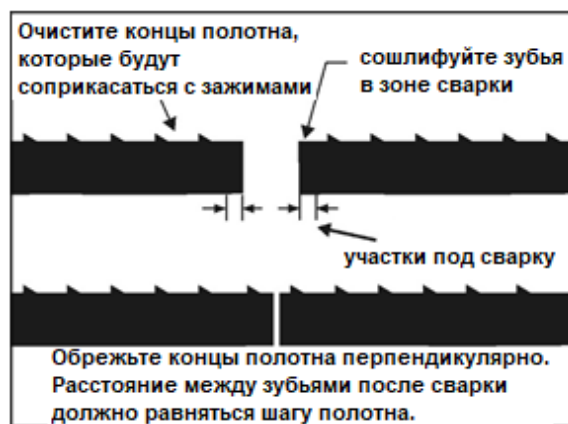

Рис. 16.
2. Расположите полотно так, чтобы после отрезки и сварки расстояние между зубьями с обеих сторон шва было равно шагу зубьев полотна. См. Рис. 16.
На полотнах с мелким шагом может понадобиться сошлифовать один или несколько зубьев с каждой стороны от реза, чтобы подготовить место под сварку и сохранить шаг полотна. См. Рис. 16.